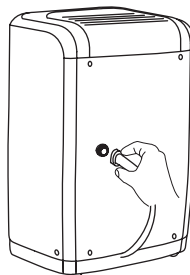

fig. 2
2. Introduceți capătul filetat mamă al furtului pe conectorul de golire al unității (fig. 2).